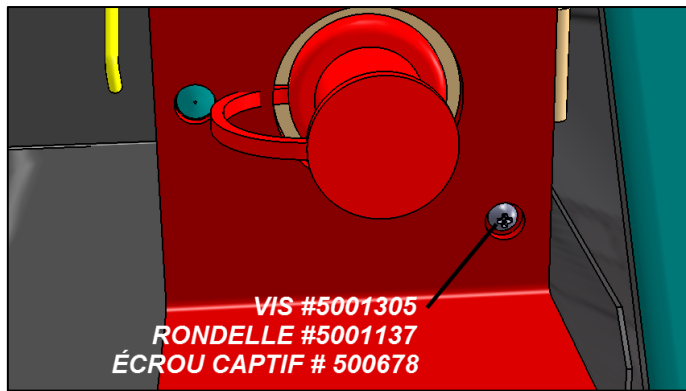

Figure 14
B16. Installer le passe-fil (item ⑦) 504671 sur le côté du boîtier. (Fig. 14)